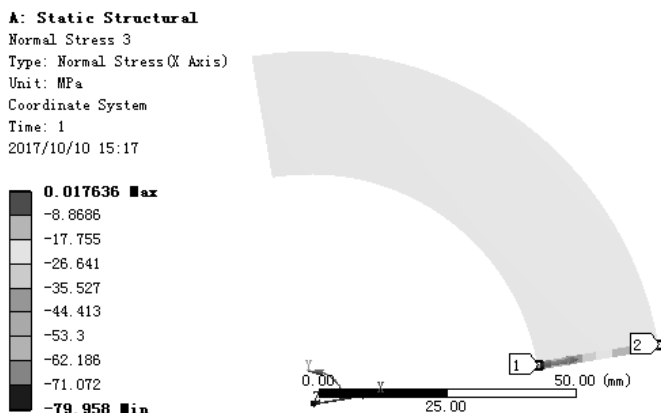
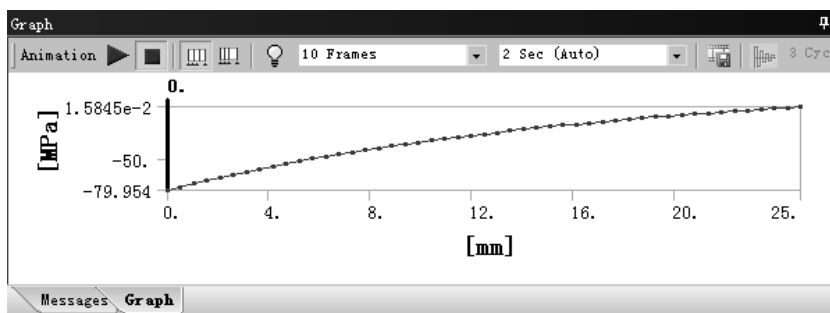

图 7.5.46 径向应力 (路径 Path) 结果图解
图 7.5.47 径向应力 (路径 Path) 图表
(5) 查看沿路径 Path 径向应力结果图解。在“Outline”窗口中选中  Normal Stress 3，查看图 7.5.46 所示的径向应力(路径 Path)结果，其最小应力为 -79.958MPa，其最大应力为 0.017636 Mpa。在“Graph”窗口中显示图 7.5.47 所示的路径图变化情况。